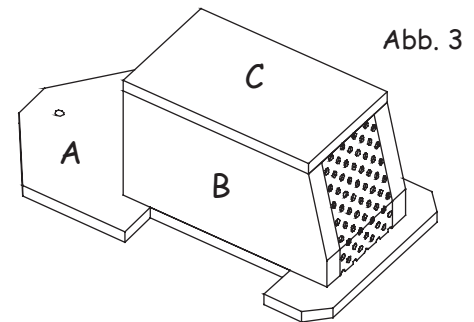

Abb. 3
Auf das Lochblech (70 / 60 mm) die Form nach Plan 3 mit einem Fineliner (Filzstift) aufzeichnen, mit der Blechschere zuschneiden und biegen. Beim Biegen des Blechs mit der oberen Seite beginnen. Das Blech dabei in einen Schraubstock einspannen (Schutzklötzchen verwenden). Wenn der Kühlergrill genau zwischen die beiden Seitenteile (B) passt, wird er mit Alleskleber angeklebt, ansonsten mit einer Kombizange nachbiegen. Vom Sperrholz (215 / 60 / 6 mm) Teil (C) abschneiden, die Kante nacharbeiten und aufleimen (Abb. 3).